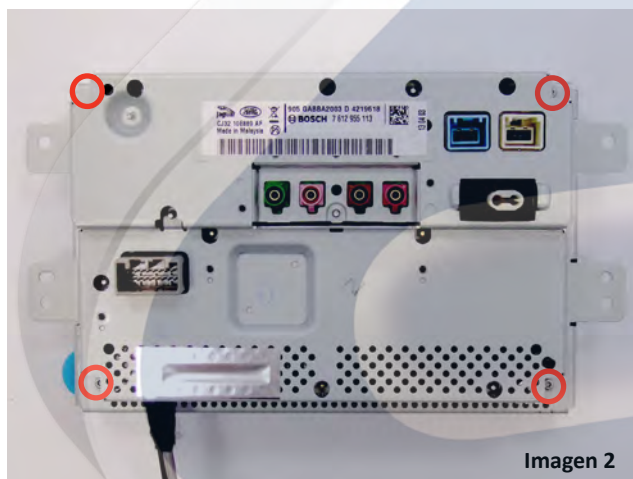
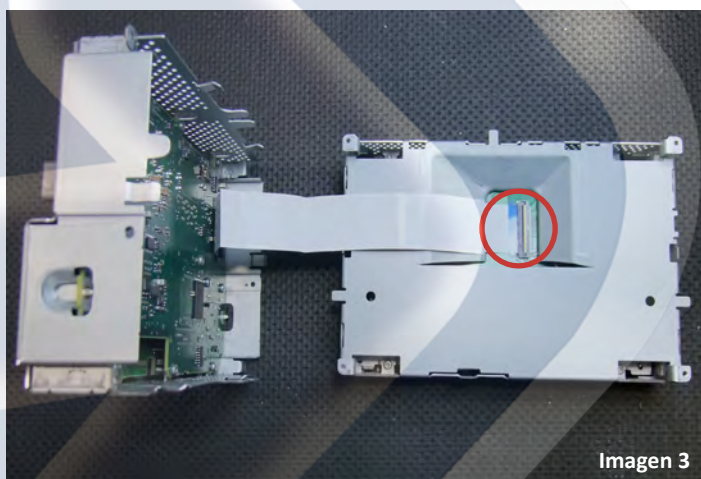

Imagen 2
Imagen 3
2) Extraer los 4 tornillos (Torx 8) de la carcasa posterior que unen los dos cuerpos del conjunto (imagen 2). A continuación separar ambos cuerpos y desconectarlos entre sí (para desconectar el cableado de imagen levantar la pestaña marrón con cuidado)(imagen 3).